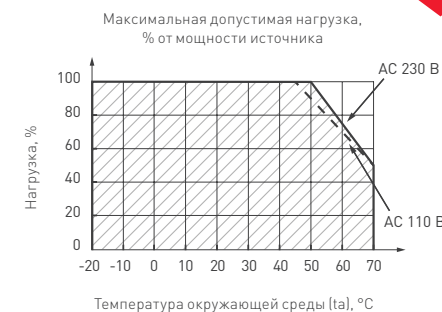

Рис. 3. Нагрузочная способность источника питания в зависимости от температуры
- 4.3. Не нагружайте источник питания более 80% от его максимальной мощности. Учитывайте, что с повышением температуры окружающей среды максимальная мощность источника питания снижается (см. график зависимости на рис. 3).